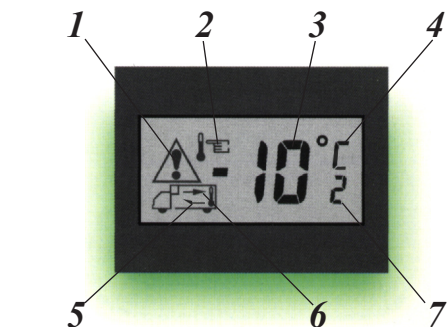

Bild 1
⑤ RADERING AV LARM
1. Tryck på och samtidigt för att öppna larmfunktionen, en två-siffrig larmkod syns i displayen. (siffran "7" i nedre högre hörnet visar antal lagrade larm. Bild 1)